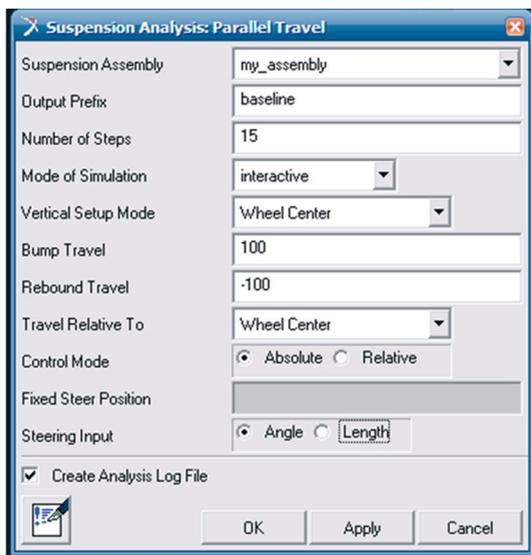

Figura 4.141 – Definindo os parâmetros da simulação.
- Para definir os parâmetros da simulação, acesse o menu *Simulate* → *Suspension Analyses* → *Parallel Wheel Travel* (Figura 4.141). Nessa simulação, o centro das rodas se irão se movimentar de -100 mm a $+100$ mm em relação à sua posição inicial, mantendo, portanto, o volante fixo.